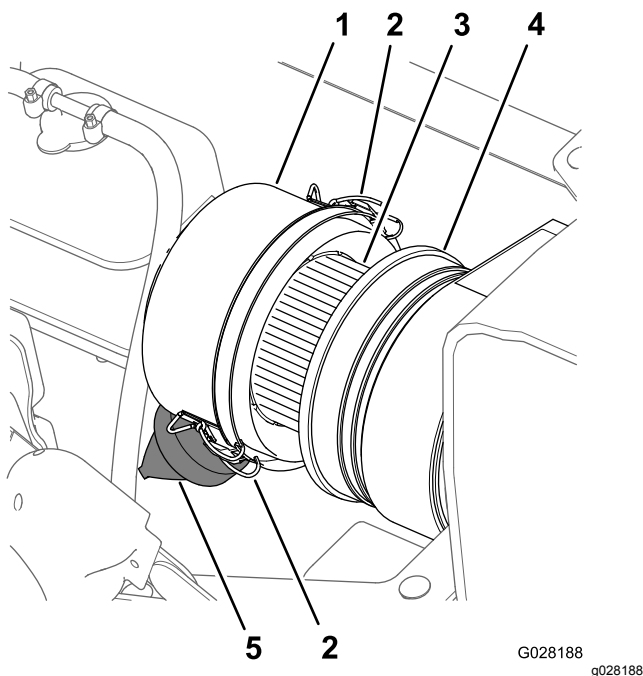
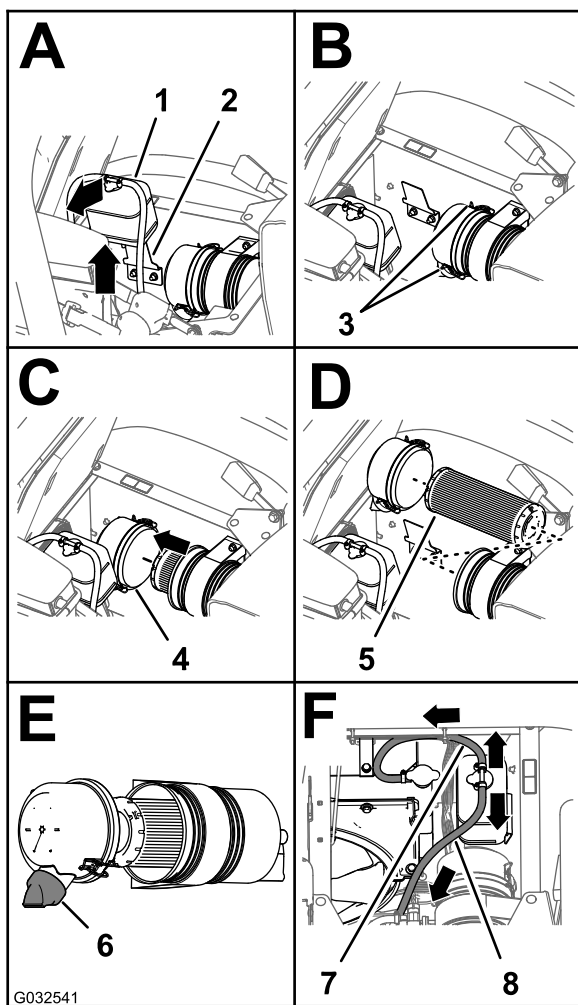

Figura 66
Figura 67
3. Pulite il coperchietto antipolvere e il corpo del filtro dell'aria (Figura 66).
4. Controllate il corpo del filtro dell'aria per escludere danni che possano causare una perdita d'aria (Figura 66).
5. Comprimate la valvola antipolvere per pulirla da sporcizia, polvere e detriti (Figura 66).
7. Verificate l'elemento del filtro dell'aria per escludere un eccessivo accumulo di polvere, sporcizia e detriti (Figura 66).
8. Montate il coperchietto antipolvere sul corpo del filtro dell'aria e fissatelo con i 2 fermi (Figura 66).
2. Pulite il coperchietto antipolvere e il corpo del filtro dell'aria (Figura 66).
3. Sollevate il serbatoio di troppopieno del refrigerante ed estraetelo dalla staffa di supporto del serbatoio (Figura 67).
4. Allentate i 2 fermi che fissano il coperchietto antipolvere al corpo del filtro dell'aria (Figura 67).
6. Pulite l'interno del coperchietto antipolvere, corpo del filtro dell'aria e valvola antipolvere con un panno umido (Figura 66 e Figura 67).
7. Inserite l'elemento del filtro dell'aria nel corpo del filtro dell'aria (Figura 67).
8. Montate il coperchio sul corpo del filtro dell'aria e fissatelo con i 2 fermi (Figura 67).
Nota: Assicuratevi che la valvola antipolvere sia allineata tra le posizioni a ore 5 e ore 7 vista dall'estremità (Figura 67).
9. Allineate il serbatoio di troppopieno del refrigerante alla staffa di supporto del serbatoio e posizionate saldamente (Figura 67).
Importante: Assicuratevi che il flessibile di sfiato della pressione sia disposto in avanti e verso il basso e che il flessibile di sfiato del serbatoio sia disposto indietro, come illustrato nella Figura 67.